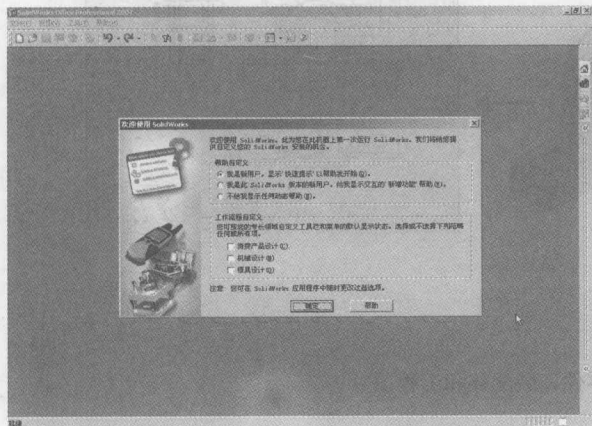

图 1-5 “欢迎使用 SolidWorks 2007”的启动界面
(1) 单击 Windows 桌面左下角的“开始”→“程序”→“SolidWorks 2007 SP0.0”程序组。
(2) 在 SolidWorks 2007 SP0.0 程序组中单击“SolidWorks 2007 SP0.0”项目,即可启动 SolidWorks 2007 软件。接着出现“欢迎使用 SolidWorks 2007”的启动界面,如图 1-5。此时,可以根据个人的情况选择对应的选项。单击“确定”按钮进入软件操作。